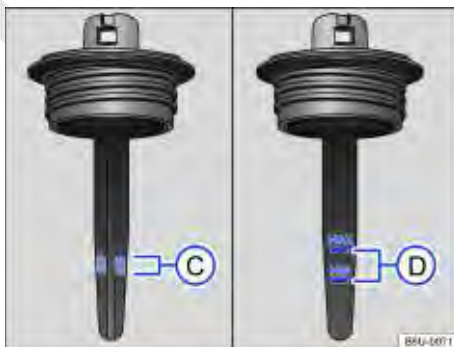

Fig. 116 Marcações para controle do nível do fluido da direção hidráulica.
- Retirar a tampa do reservatório e limpar a haste de medição ⇒ Fig. 116 sob a tampa com um pano limpo ⇒ ⚠.
- Retirar novamente a tampa e verificar o nível do fluido pela região hachurada da haste de medição ⇒ Fig. 116 ©.
- Retirar novamente a tampa e verificar o nível do fluido pelas marcações "MIN" e "MAX" da haste de medição ⇒ Fig. 116 Ⓓ.
- **Caso o veículo trafegar com o nível do fluido fora da região ⇒ Fig. 116 © (motor frio) ou Ⓓ (motor quente), o sistema de direção hidráulica será danificado.**